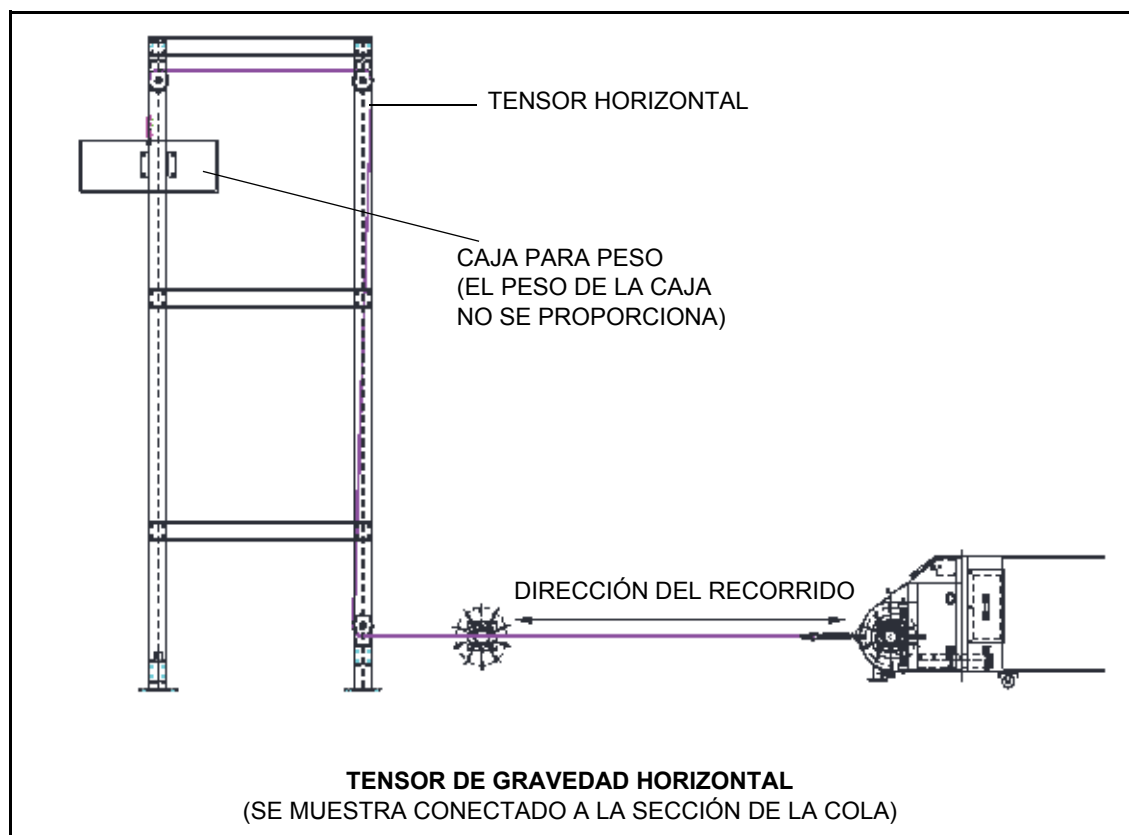

Figura 3.12
1. Instale el conjunto del tensor de gravedad horizontal como se muestra en la Figura 3.12. Consulte el plano general.